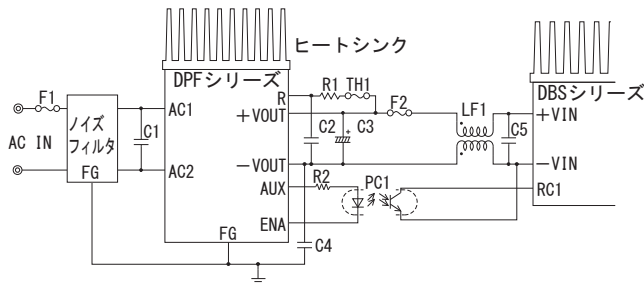

図 1.1 標準接続方法
- DPF1000 を使用するためには、図 1.1 の接続と表 1.1 の外付け部品が必要です。このように接続することで、交流入力電圧から直流出力電圧が得られます。
- ENA 端子が "L" の時だけ負荷電流が流れるように、ENA 端子信号で負荷回路を制御してください (図 1.1 の接続を参照ください)。
- DBS・DHS シリーズとの接続は図 1.1 を参照願います。